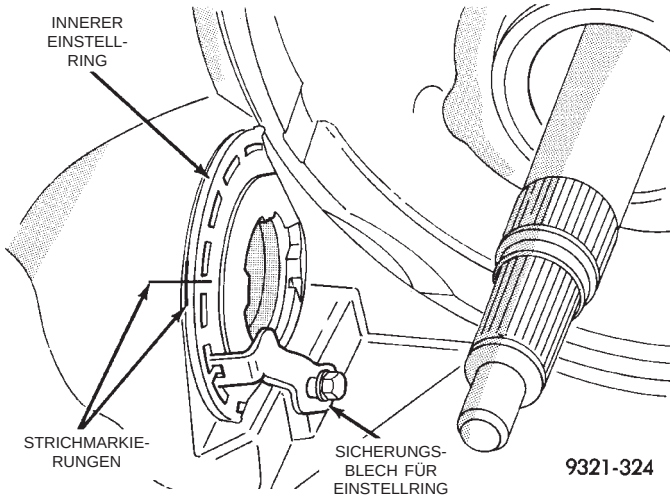

Abb. 54 Kreuz über inneren Einstellring zeichnen
(3) Lage des inneren Differential-Einstellrings mit einem Kreuz über Einstellring und Gehäuse kennzeichnen wie in (Abb. 54) dargestellt.